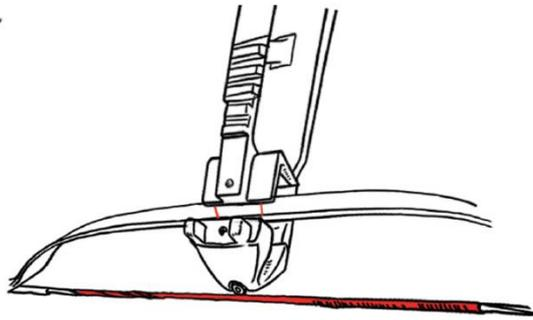

Рис.2
2. Установите плечи в разъем так, чтобы тетива была направлена вперед (Рис.2).